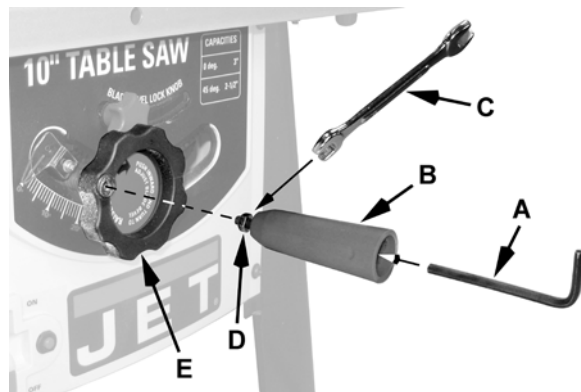

Figura 18
Consulte la Figura 18:
5. Mientras continúa sujetando la rueda de mano, use una llave hexagonal de 6 mm para girar el *tornillo de ajuste de 90°* (Figura 18) hasta que la hoja quede a 90° con respecto a la mesa.
6. Apriete la *perilla de fijación de la inclinación de la hoja* (B).